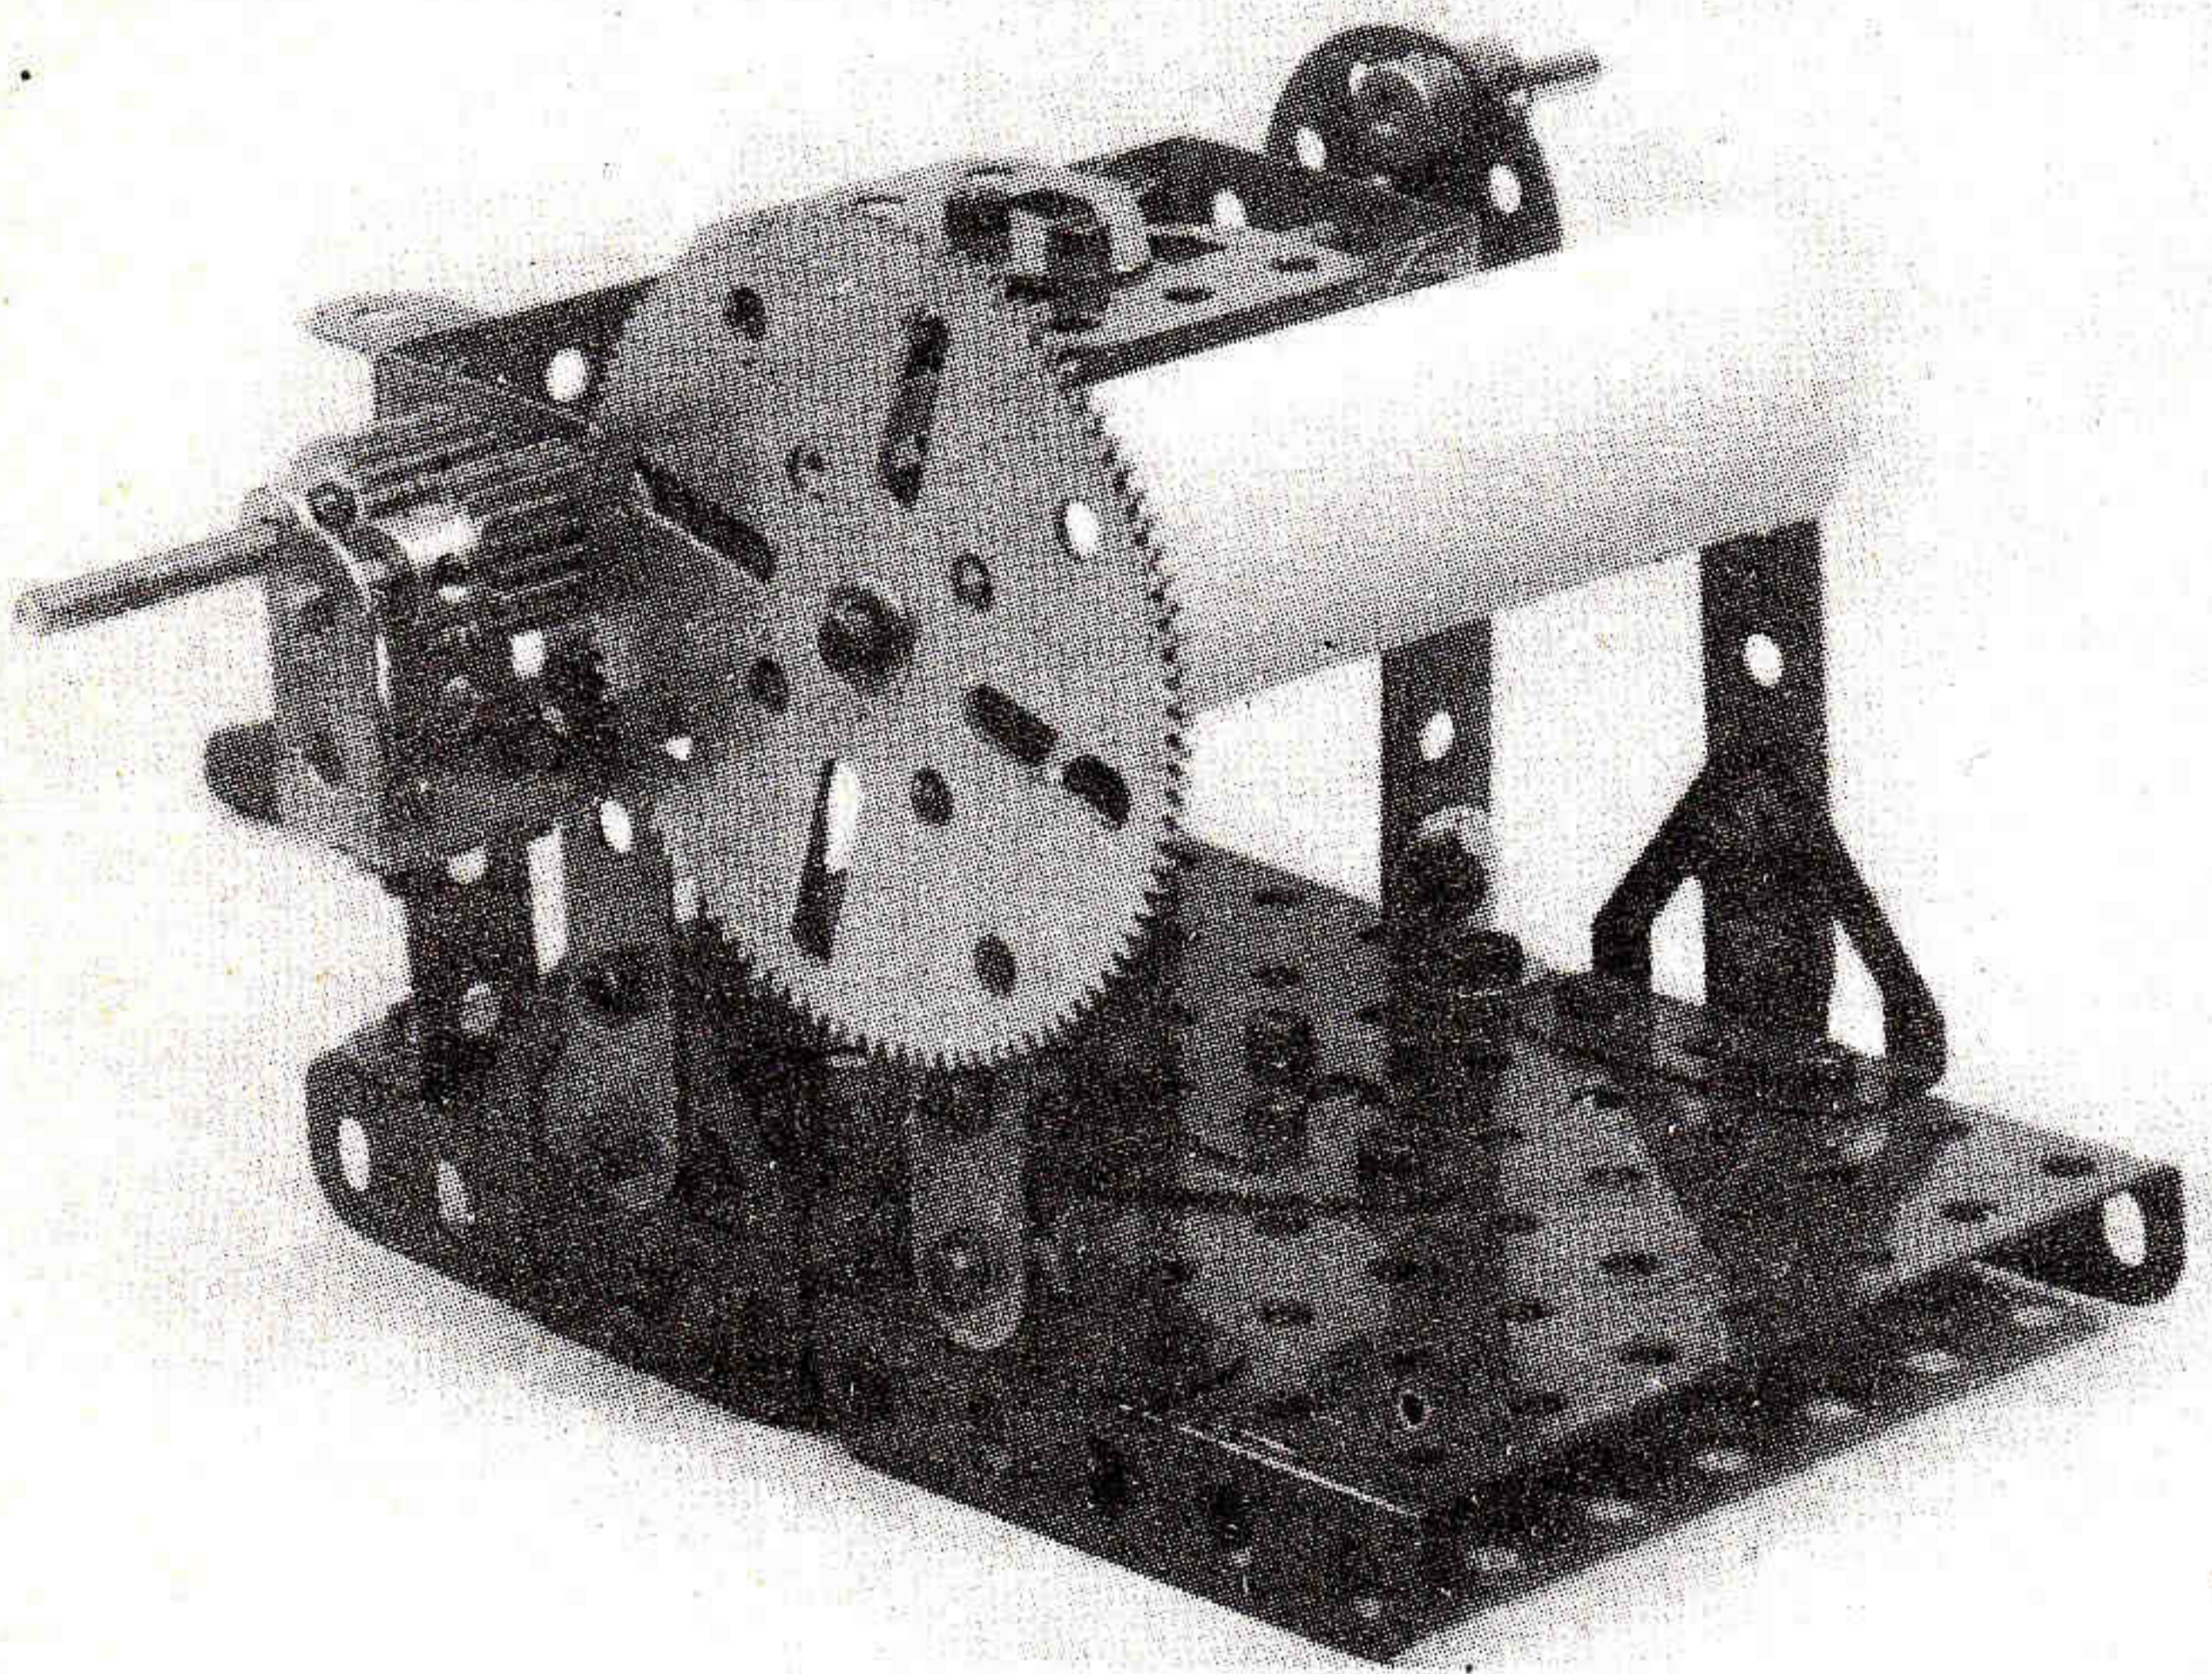

Figure 1. — Vue d'ensemble du montage.
- le support du cylindre, formant la moitié droite du montage (voir figure 1) et comprenant une plaque 9×6 cm (n° 53) et ce qu'elle supporte,
En ce qui concerne le support du cylindre (voir figure 1), l'axe du rouleau (n° 106) est mis en place avant de boulonner la dernière bande de 5 trous (n° 5) lui servant de support. D'autre part, le cylindre de bois doit être recouvert, avant que le montage soit achevé, de papier millimétré (un carré de 9 cm de côté dont les deux parties qui se chevauchent sont collées sur environ 1 cm).